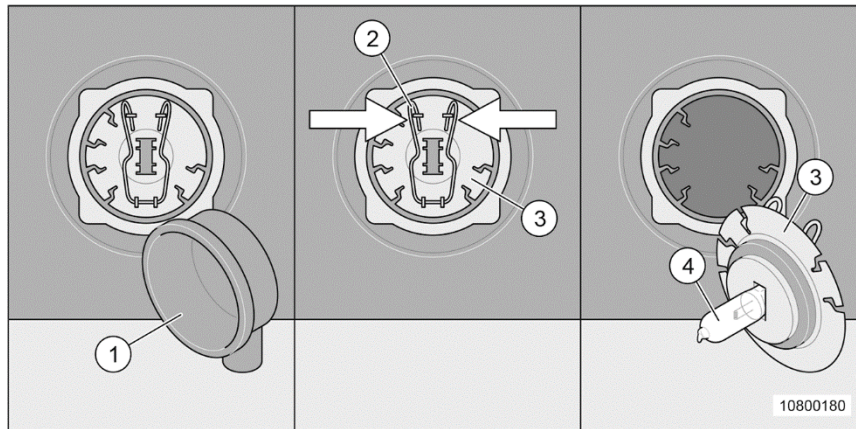

Fig. 174 Remplacement de l'ampoule du feu antibrouillard
1. Enlever l'écran (Fig. 174/1).
2. Comprimer les pinces (Fig. 174/2).
3. Retirer l'ampoule (Fig. 174/3) du culot et la remplacer.
- En remplaçant l'ampoule, ne pas toucher le verre (Fig. 174/4) avec les mains.